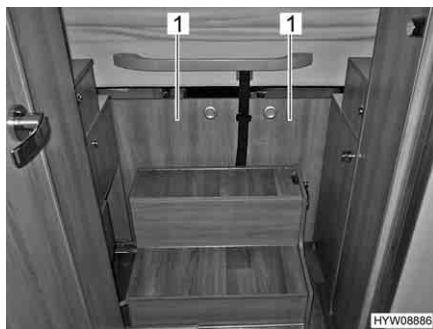

Fig. 90 Porte scorrevoli sotto al letto basculante
- In caso di necessità, chiudere le porte scorrevoli (Fig. 90,1). Le porte scorrevoli proteggono dal freddo e dalle correnti d'aria.
- Nel caso in cui le porte scorrevoli (Fig. 90,1) siano chiuse: Aprire le porte scorrevoli.